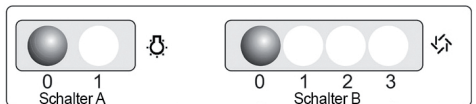

Abb. 2b: Schiebeschalter-Steuerung Modelle **5EL-60** und **5EL-90**
Das Modell **ECO 3-60** wird über Schiebeschalter an der Oberseite des ausziehbaren Flachschrimes (3) gesteuert (Abb. 2b).